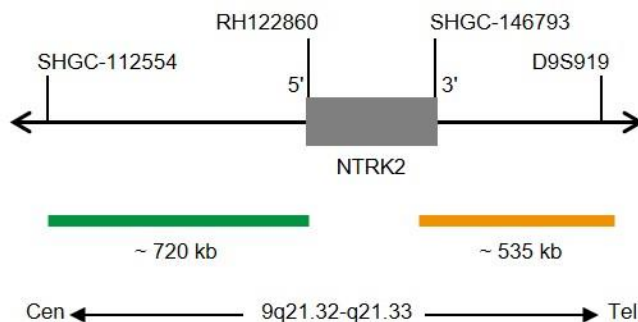

Fig. 1: SPEC NTRK2 Mapa da sonda (sem escala)
- Polinucleótidos (~10 ng/μl) com marcação ZyGreen (excitação 503 nm/emissão 528 nm), dirigidos ao mapeamento de sequências alvo em 9q21.32-q21.33\* (chr9:86,569,621-87,287,312) proximais à região de quebra do NTRK2 (ver Fig. 1).
- Polinucleótidos (~4.5 ng/μl) com marcação ZyOrange (excitação 547 nm/emissão 572 nm), dirigidos ao mapeamento de sequências alvo em 9q21.33\* (chr9:87,589,037-88,124,082) distais à região de quebra do NTRK2 (ver Fig. 1).